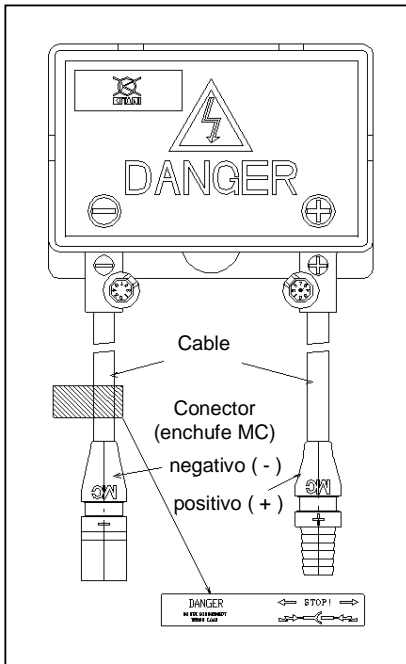

Figura 3: Configuración de la caja de empalmes
- Hay un terminal dedicado a cada polaridad (con los símbolos de polaridad grabados en el cuerpo de la caja de empalmes) (véase la figura 3).